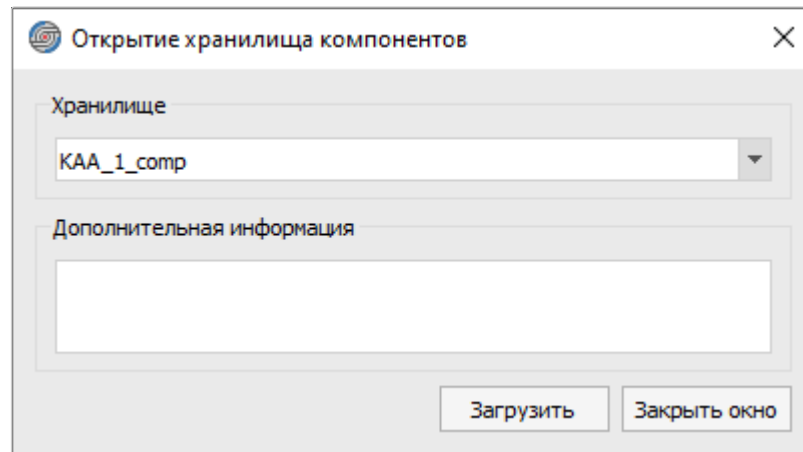

Рисунок 89. Диалоговое окно «Открытие хранилища компонентов»
- 2) Откроется диалоговое окно «Открытие хранилища компонентов» (см. рисунок 89), в котором необходимо выбрать из списка требуемую базу компонентов и нажать на кнопку «Загрузить».